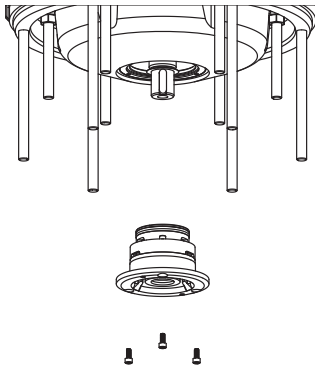

Imagen 11: Desmontaje del cartucho de juntas mecánicas (J 205, J 405)
**J 205 - J 405:** Desatornille los tornillos que sujetan el cartucho de juntas mecánicas. Use los mismos tornillos en los orificios alternativos del cartucho de juntas para sacarlo con cuidado del eje. Compruebe que no hay rebabas en el eje. Si fuera necesario cambiar la placa de desgaste, realice una revisión completa de la bomba 7.1. (Imagen 11)